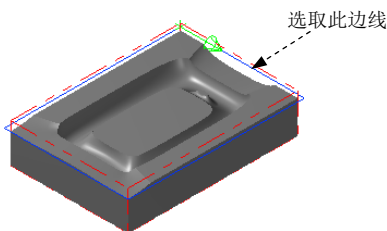

图 23.6 设置加工区域
Step3. 设置加工区域。在图形区中选取图 23.6 所示的边线，单击 **✓** 按钮，完成加工区域的设置，此时系统弹出“2D 刀具路径-平面铣削”对话框。